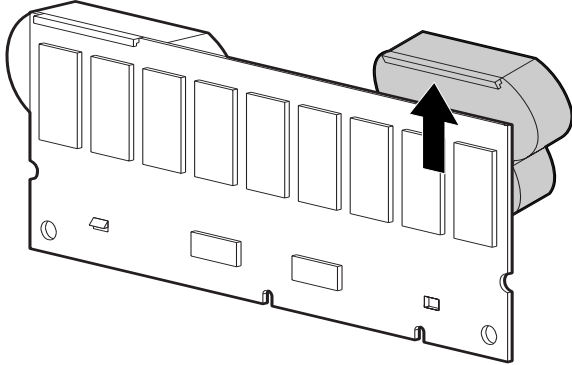

Figure 6 : Retrait de la batterie
3. Poussez la batterie vers le haut pour en décrocher la partie supérieure. Reportez-vous à la Figure 6.